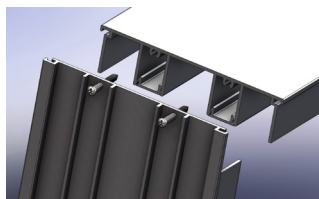

Figura 1
1. **Reúna** el cabezal, el umbral y las jambas del marco principal. Aplique sellador a lo largo de los extremos del marco. (Consulte la figura 1).